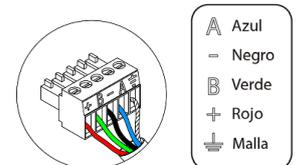

Fig. 76
Para la conexión al bus doméstico de la central ③ dispone de 1 borna de 5 pines. Fije los cables con los tornillos de la borna respetando el código de colores (Fig. 76).